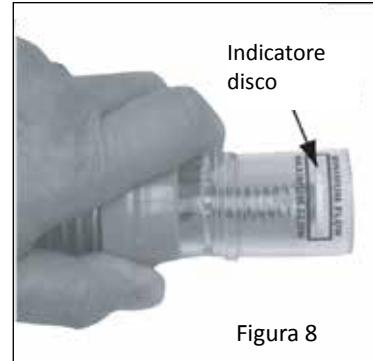

Figura 8
4. Ruotare la manopola di regolazione della valvola regolatore in senso orario per aumentare il flusso o in senso anti-orario per ridurre il flusso, fino a che l'indicatore del disco nel misuratore di flusso non si ferma tra "Max." e "Min." flusso. Vedi **figura 8**.